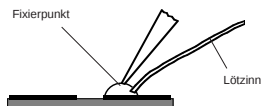

Fig. 3
- Schritt: Lötunkt von Lötückständen säubern. Lötperle anbringen (Fig. 3).